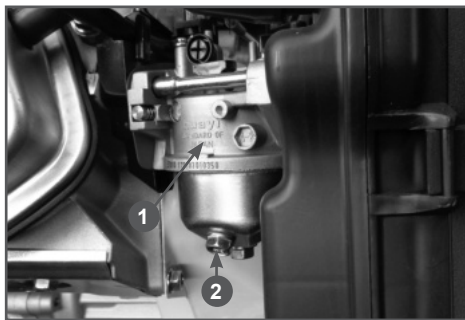

Рис. 17 Слив топлива из карбюратора
3. Открутите болт 2 на карбюраторе 1 (Рис. 17) и слейте топливо из поплавковой камеры в подготовленную для этого емкость.
2. Слейте топливо из карбюратора (Рис. 17).